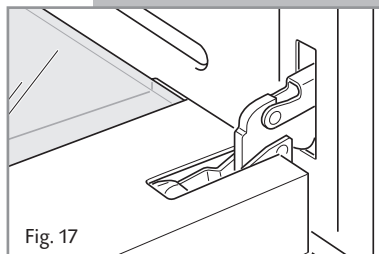

Fig. 17
- Fully open the oven door (fig. 17).